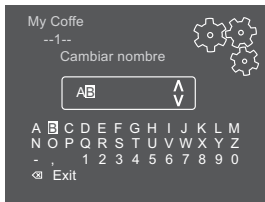

Fig. 18: Cambiar el nombre de un perfil de usuario.
5. Seleccione caracteres individuales con las teclas de flecha y confirme cada vez con "menú/ok" (véase Fig. 18).